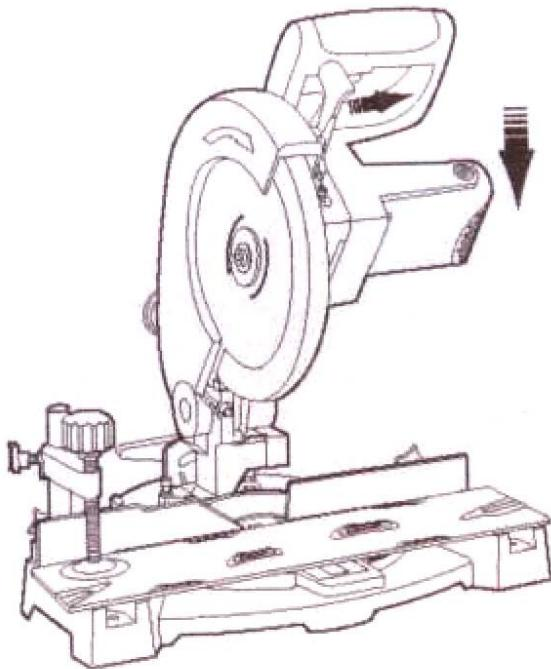

Рис. 17
1. Нажав на переключатель (20), большим пальцем потяните рычаг (2) для выдвижения защитного кожуха (4) и двигайте пильный блок, нажимая ручку (1) вниз. Выдвижной защитный кожух (4) открывается автоматически (рис. 17).